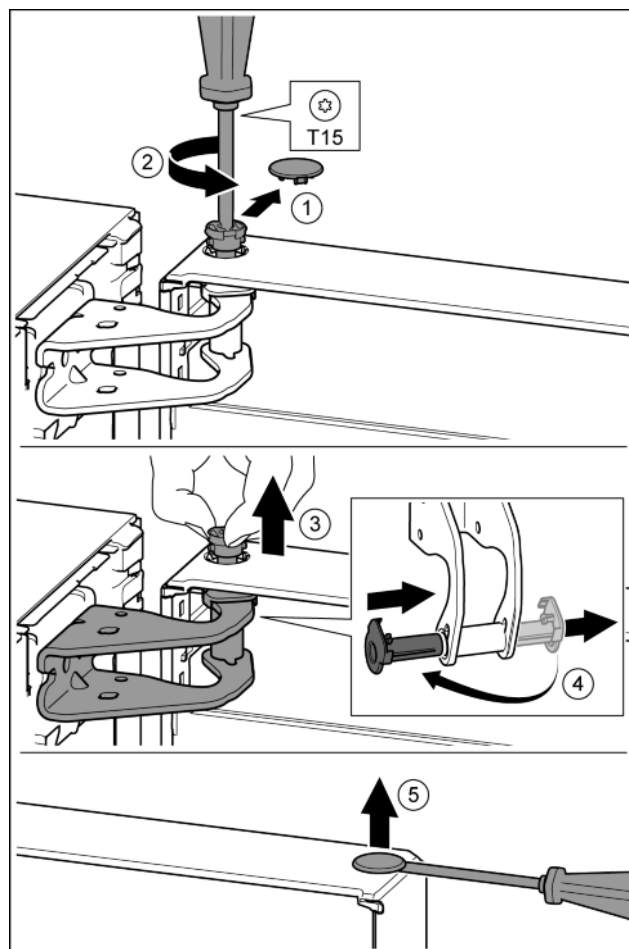

Fig. 8
- Desprindeți cu precauție capacul de siguranță. Fig. 8 (1)
- Extrageți puțin bolțul prin rotire cu șurubelnița T15. Fig. 8 (2)
- Țineți ferm ușa și extrageți bolțul cu degetele. Fig. 8 (3)
- Extrageți cuzinetul din ghidaj. Introduceți din partea opusă și fixați în poziție. Fig. 8 (4)
- Ridicați cu precauție dopul din cuzinetul ușii cu o șurubelniță plată și extrageți-l. Fig. 8 (5)